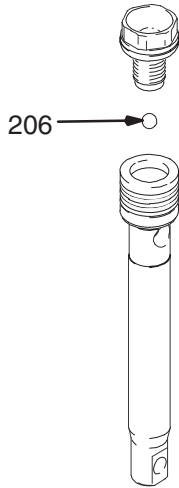

Fig. 10
Fig. 10. Instale a esfera (206) na biela. Se for aplicado Loctite® nas roscas da válvula de êmbolo, certifique-se de que o mesmo não entra em contacto com a esfera.